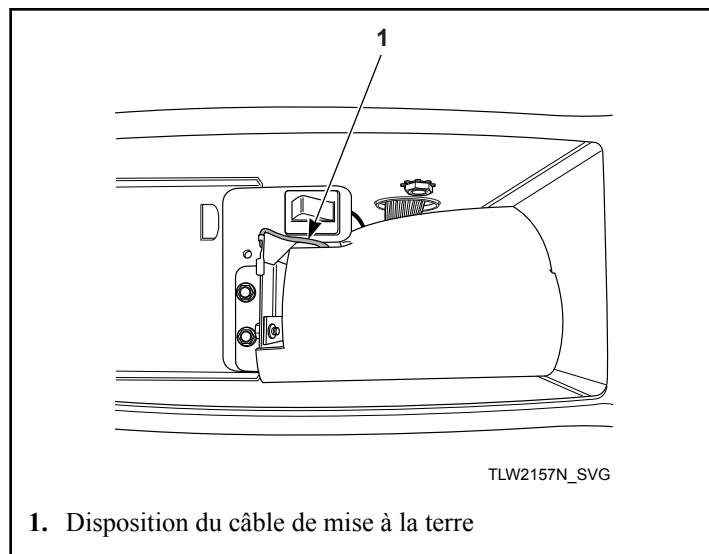

Figure 17
7. Avant d'installer le tiroir à monnaie et l'extension, s'assurer que le câble de mise à la terre est sous le panneau de commande afin de dégager l'espace pour le tiroir à monnaie. Se reporter à la *Figure 17*.